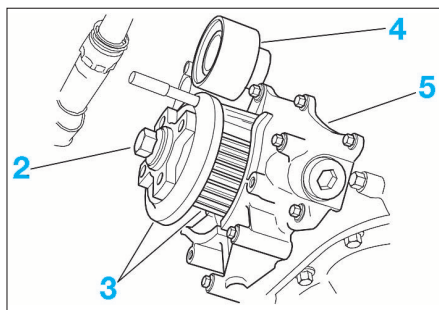

FIG. 42
- la vis (2) (Fig.42).
- le pignon de vilebrequin (3).
- le galet enrouleur (4).
- la pompe à huile (5).